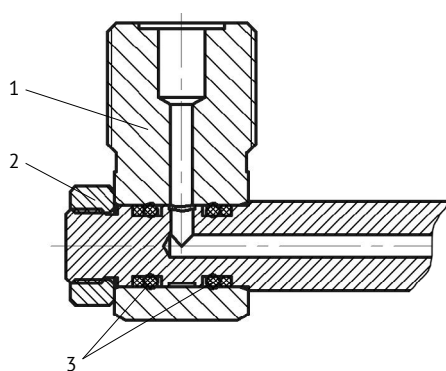

Рис. 4. Стойка
6.8 Стойка 1 (Рис. 4) имеет возможность поворачиваться относительно оси трубки рамп. Необходимое положение стойки фиксируется гайкой 2.